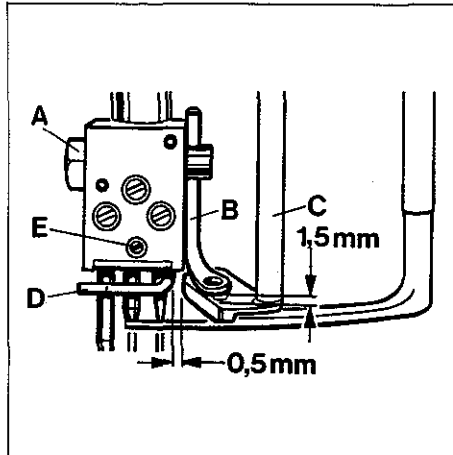

Fig. 42
Rotate pulley until the needle bar is at the bottom of its stroke. Loosen nut (A, Fig. 42) and set the up and down moving top cover thread guide (B) on needle holder to the distance of approx. 1.5 mm (1/16 in.) between guide (C) and up and down moving top cover thread guide (B). The eye of guide (B) should be positioned directly above the front end of the thread guide slot in the guide (C) (see Fig. 42). Retighten nut (A).
Set the needle holder thread guide (D, Fig. 42) as close as possible to the needles without pinching the needle threads. For adjustment loosen screw (E) and set the thread guide as required, make sure that thread guide (D) clears spreader thread guide (C) by 0.5 mm (.020 in.) when the needle bar moves up and down. Retighten screw (E).
Drehen Sie an der Handrad-Riemenscheibe bis die Nadelstange in ihrer untersten Stellung ist. Lösen Sie die Mutter (A, Fig. 42) und stellen Sie die auf- und abgehende Legfadeführung (B) am Nadelhalter so, daß zwischen der Führung (C) und der auf- und abgehenden Oberlegfadeführung (B) ein Abstand von etwa 1,5 mm ist und die Öse der Führung (B) direkt über dem vorderen Ende des Fadenführungsschlitzes der Führung (C) steht (siehe Fig. 42). Ziehen Sie die Mutter (A) wieder an.
Stellen Sie die Fadenführung (D, Fig. 42) am Nadelhalter so dicht wie möglich zu den Nadeln, ohne daß die Nadelfäden eingeklemmt werden. Nach Lösen der Schraube (E) kann die Fadenführung entsprechend gestellt werden, beachten Sie, daß die Fadenführung (D) zur Legfadeführung (C) um 0,5 mm freigeht, wenn sich die Nadelstange auf und ab bewegt. Ziehen Sie die Schraube (E) wieder an.